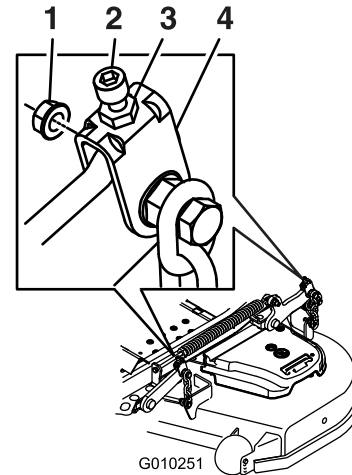

Figura 95
11. Para las carcasas de corte ilustradas en Figura 95, gire la tuerca de ajuste del conjunto de elevación de la carcasa delantera para modificar la altura (Figura 95).
17. Gire el tornillo de ajuste hasta obtener una altura de 8,3 cm (Figura 95).